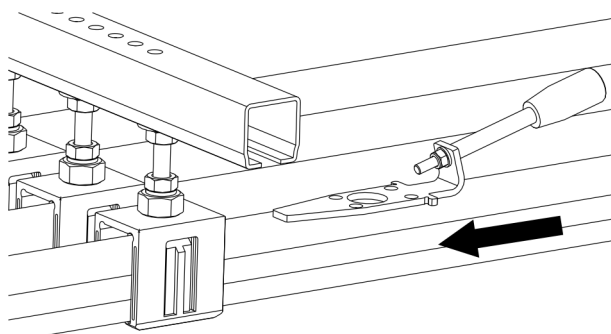

Abb. 62: Werkzeug 1 zwischen Schleifleitung und Schienenhalter schieben
- Werkzeug 1 bis zum Anschlag zwischen Schleifleitung und Schienenhalter schieben (siehe Abb. 62).